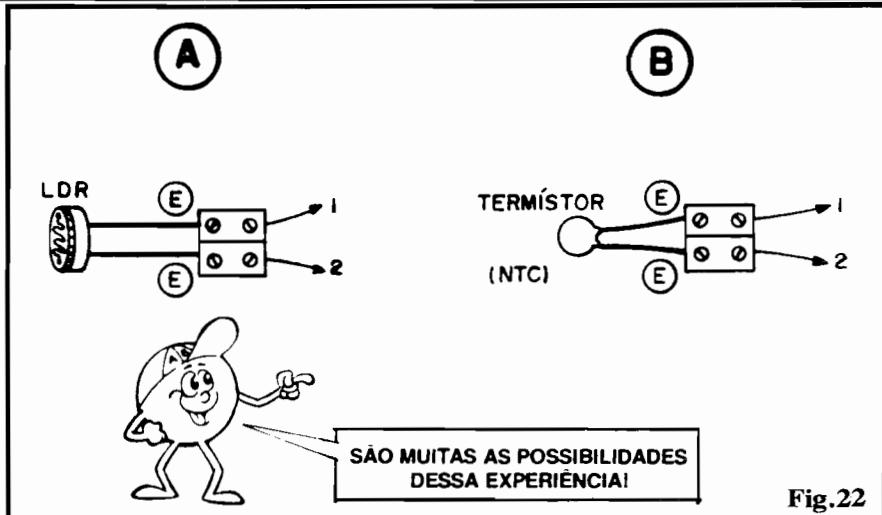

Fig.22
- FIG. 22 - Aos segmentos E-E podemos, então, ligar um LDR (como em 22-A), um TERMÍSTOR NTC (como em 22-B), etc. (outras sugestões mais adiante...). O